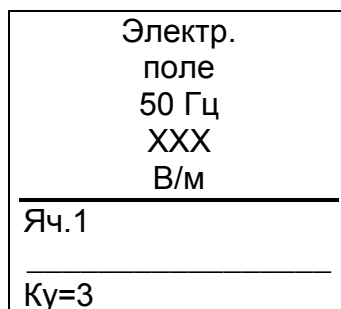

Рисунок 3
**8.1.4** Включите измеритель, нажав кнопку  . После включения на экране измерителя отображается результат измерения ( рисунок 3), где знаком XXX обозначено индицируемое значение поля